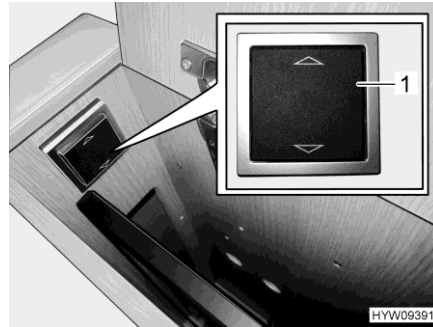

Bild 101 Brytare (elektrisk manövrering)
- Elektriskt nedsänkbar platt bildskärm: Tryck på övre halvan av brytaren (Bild 101,1). Den platta bildskärmen flyttar sig uppåt av sig själv.